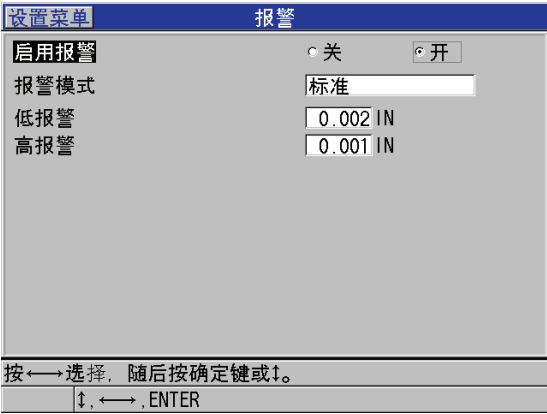

图 8-7 设置标准报警
3. 在**报警**屏幕中（参见第 102 页的图 8-7）：